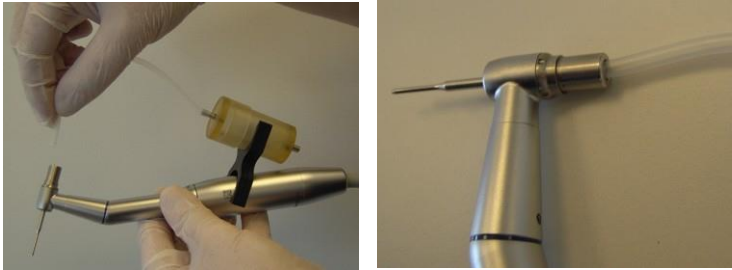

Figura 3-58. Conexión del tubo de injertos a la pieza manual
14. Conecte el otro extremo del tubo de injertos en el orificio del botón del cabezal de contraángulo, como se muestra en la Figura 3-58.